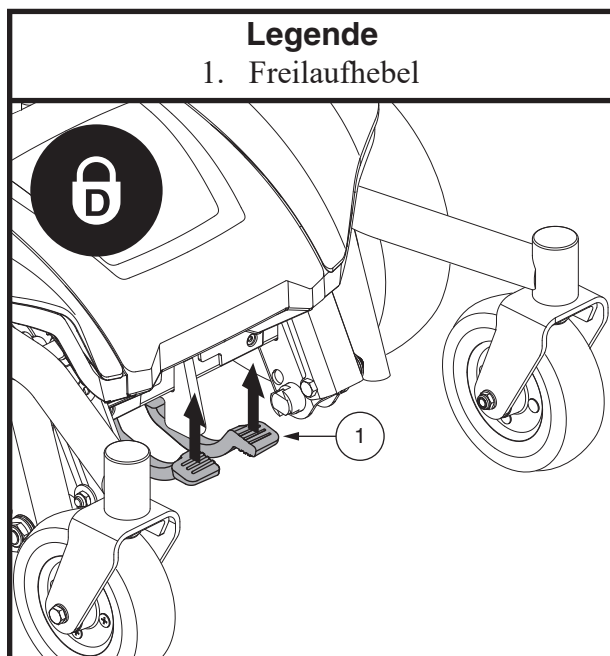

Bild 5. Fahrmodus (Antrieb aktiviert)
2. Ziehen Sie beide Hebel nach oben, um die Antriebsmotoren einzukuppeln (Fahrmodus). **Siehe Bild 5.**
2. Versichern Sie sich, dass der Elektrorollstuhl im Fahrmodus ist. **Siehe Bild 5.**